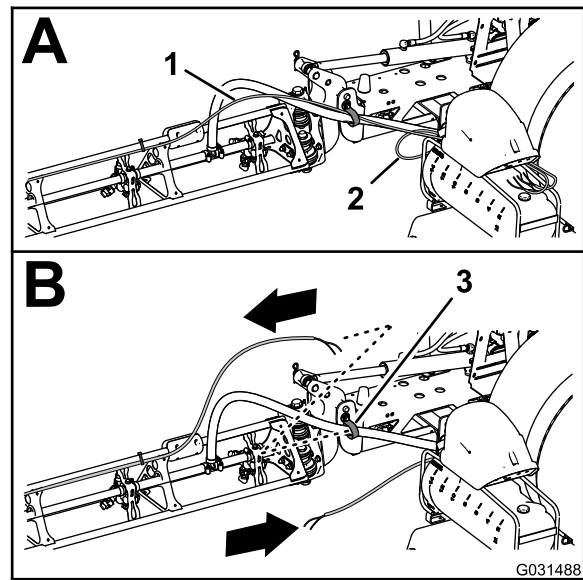

Figure 9
5. Déplacez en arrière les tubes des buses de mousse sur les sections de rampe gauche et droite et passez-les dans le collier en R près du point de pivotement de la section de rampe (Figure 9).